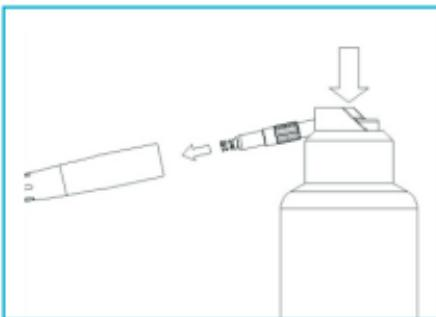

Fig. 9-2
- Pour nettoyer et lubrifier le mandrin, utilisez un lubrifiant indiqué pour le dispositif médical : raccordez la buse au tube de la bombe aérosol, puis insérez la buse dans le mandrin (Fig. 9-2). Appuyez pendant 2 à 3 secondes sur le bouton de la bombe pour faire sortir le lubrifiant de la tête.